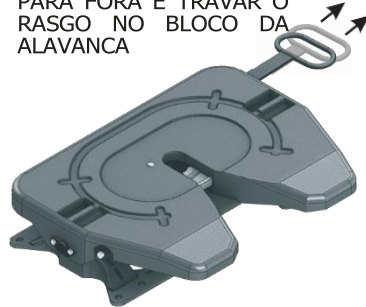

FIGURA 53
- Puxar a alavanca para fora cerca de 400 mm da borda da quinta-roda e travar no encaixe existente na alavanca. Esta deve permanecer totalmente para fora depois de liberada (FIGURA 53);